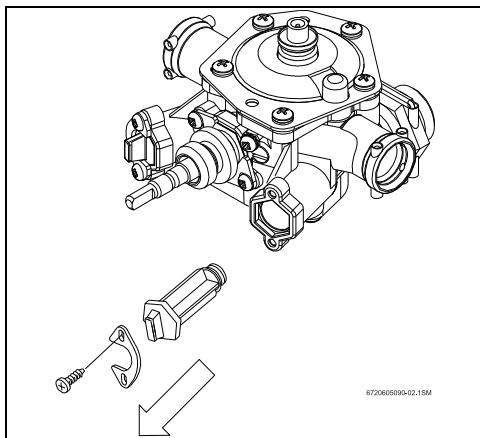

Bild 2
- Halterungen für Blindstopfen an der Wasserarmatur lösen. Blindstopfen für Kalt- und Warmwasser aus der Wasserarmatur nehmen (siehe Bild 2).